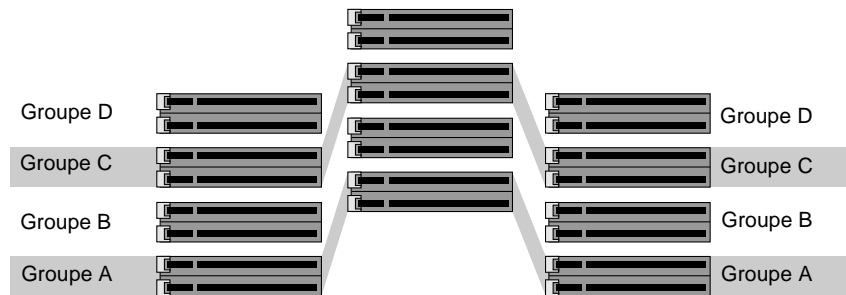

Figure 3-1 Position des groupes d'emplacements DIMM
- La station de travail graphique Silicon Graphics 540 comporte quatre groupes d'emplacements pour les barrettes mémoire DIMM : A, B, C et D (voir Figure 3-1).
- Chaque groupe d'emplacements peut être vide ou contenir six barrettes mémoire DIMM de même type et de même capacité (voir Figure 3-1).